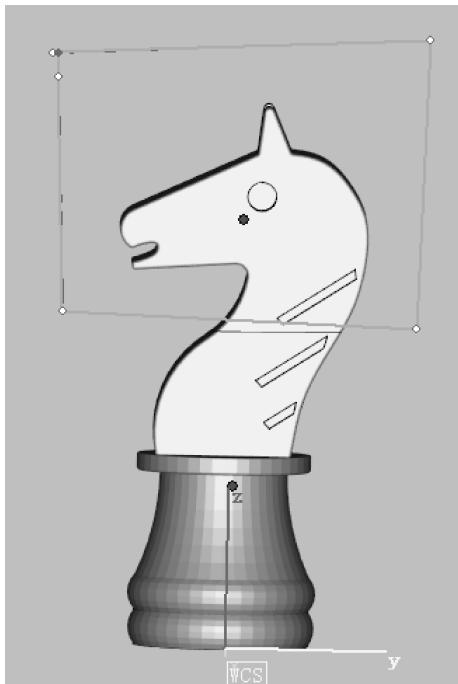

图 4-65 多线段切割模型
3) 单独采用多线段命令把“马”分割成便于打印的两部分。选中模型，单击“绘制多线段”按钮，把需要切割的部分用多线段封闭起来，再单击“应用”按钮就完成了头部的切割，如图 4-65 所示。其他部分的切割操作原理类似。模型切割完毕后，单击“关闭”按钮，退出“切割”对话框。